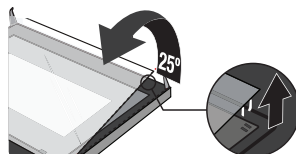

Figura 4
4. Separe el vidrio cuidadosamente elevándolo aproximadamente 25°. (Figura 4)